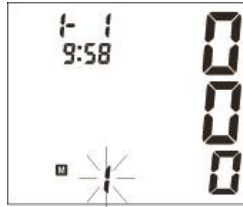

Figura 7-7
- f) Pressione de novo o botão **“MEM”** para ver o resultado mais recente com indicação da data e da hora (Figura 7-7). Ao mesmo tempo irão piscar o símbolo de arritmia (se existir) e a barra de indicação de classificação de tensão arterial. Senão houver qualquer resultado memorizado para este utilizador o visor apresenta **“0”** (Figura 7-8).